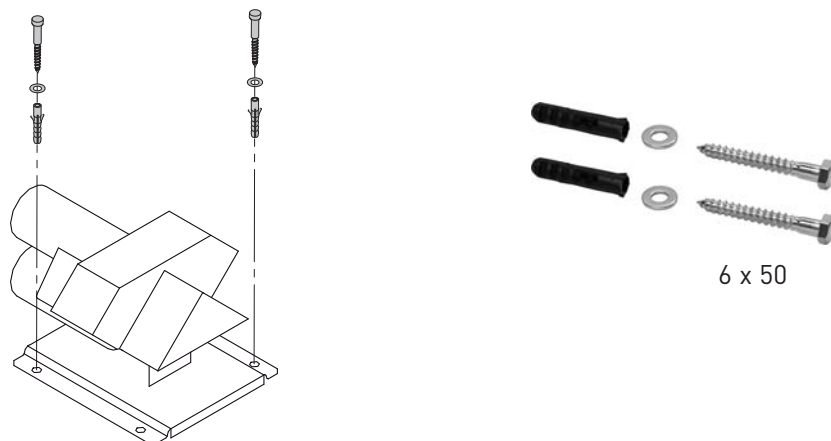

Fig. 11 Fissaggio della sonda
- 4.) Fissare le sonde a pavimento con due viti 6x50 a testa esagonale da legno e rondelle a U - fig. 11.